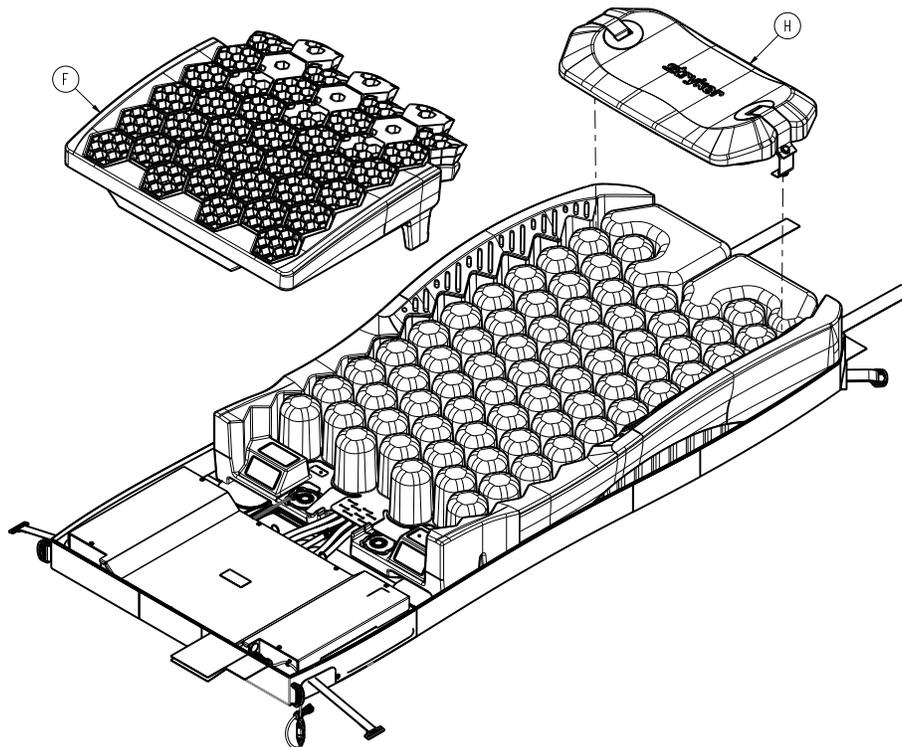

Figure 4 – Matelas en gel, coussin et raccord rapide
2. Détacher le coussin (H) sur les côtés gauche et droit de l'ensemble de cellules (Figure 4). Conserver le coussin.
4. Soulever le matelas en gel côté pieds (F) pour le retirer de l'ensemble de cellules (Figure 4). Conserver le matelas en gel.